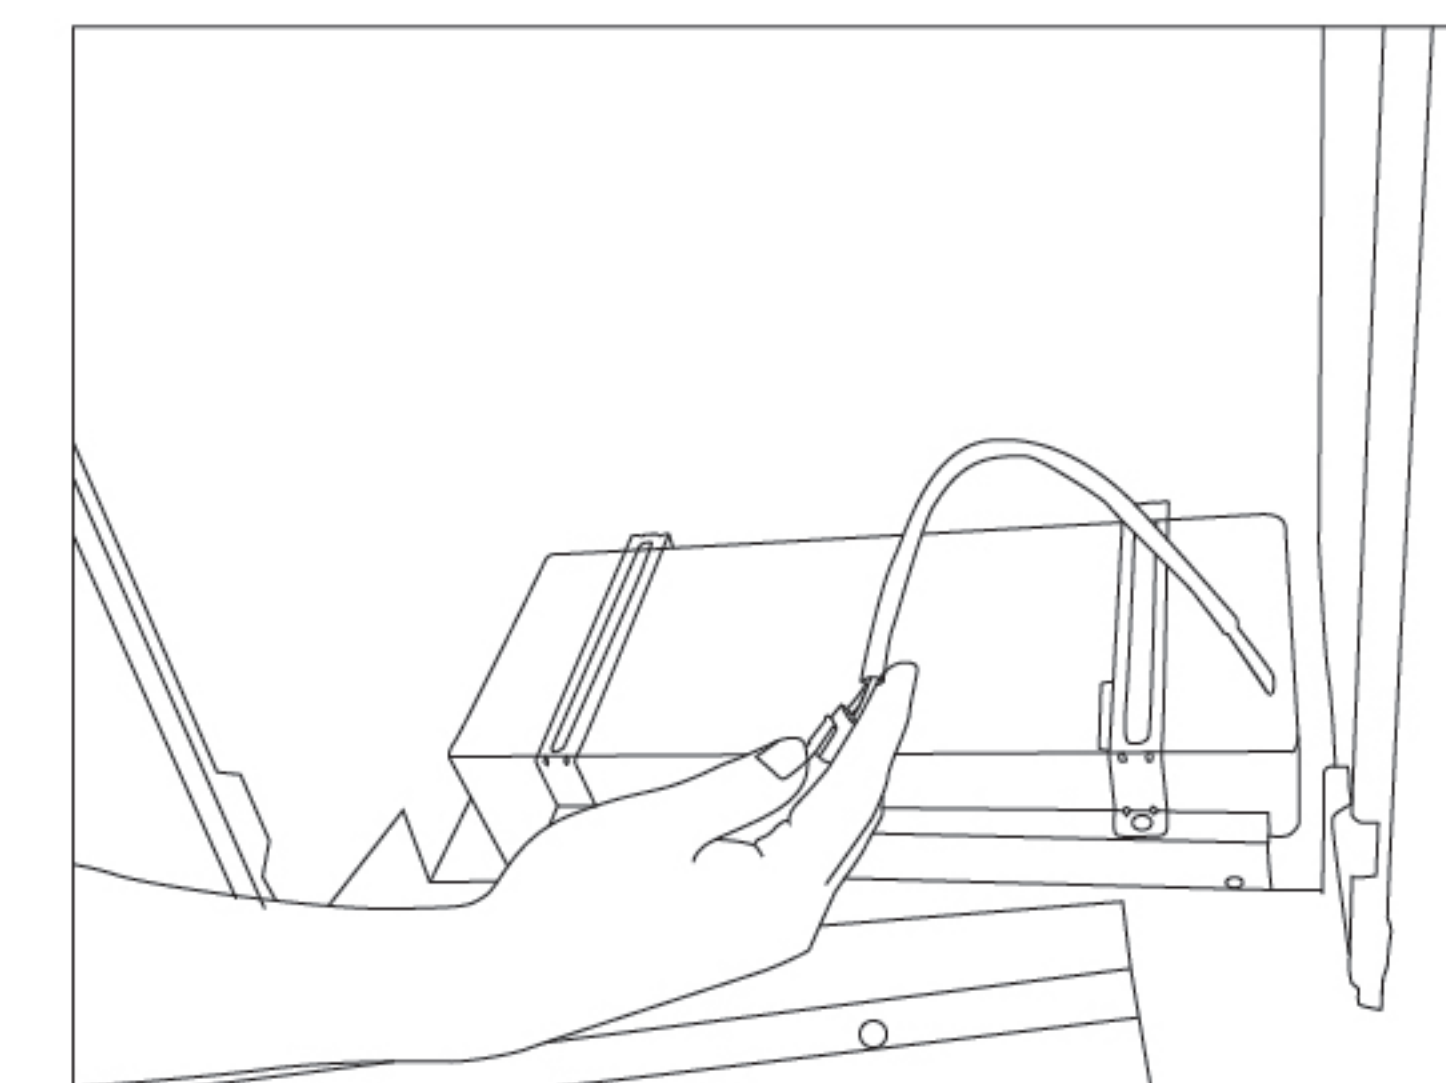

图5
2. 用十字螺丝刀松开风机外罩的两颗紧固螺钉；双手握住风机外罩的左右两端向上移动；将风机外罩从风机架两侧的锁扣上取下；并断开风机外罩内的连接器（例如LED照明灯连接器），取下（图5）风机外罩和装饰罩。